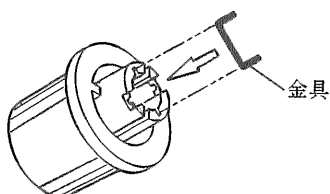

図2-13 軸受けの中の金具
- ・ つまみを再度取り付ける予定がある場合は、なくさないように保管してください。また、つまみの軸受けの中には、可変抵抗器の軸とかみ合うための金具が入っています。図2-13を参照してください。つまみを取り外しても、通常この金具が軸受けから外れることはありませんが、もし外れてしまった場合は、軸受けの中に入れておいてください。